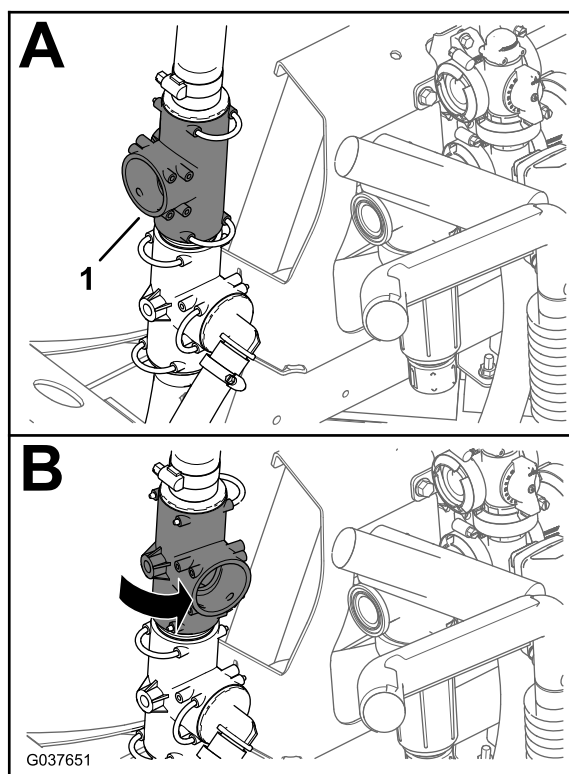

Bild 58
1. Drehen Sie das obere T-Anschlussstück um ca. 80° nach rechts (Bild 58).